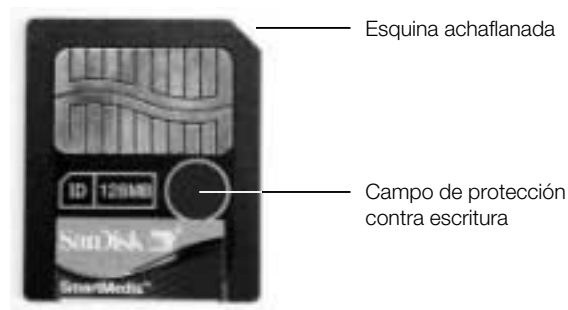
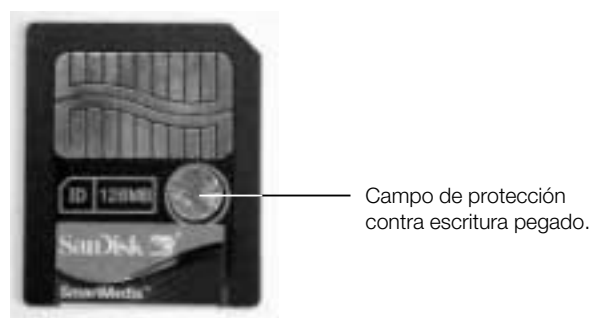

Figura 23: Smart Media Card de +3,3V con 128 MB de capacidad
Figura 24: Smart Media Card de +3,3V con protección contra escritura pegada
La copia de seguridad se efectúa mediante una Smart Media Card, véase la figura 23 y la figura 24. La tarjeta es un soporte de almacenamiento puro y está disponible con una capacidad de hasta 128 MB. Existen dos tipos de tarjetas:
- Tarjetas para una tensión de funcionamiento de +3,3V. Se reconocen por tener la esquina superior derecha achaflanada. Véase la figura 23. Además, este tipo de tarjeta está marcado generalmente con la inscripción ID.
ductora, la Smart Media Card estará protegida contra escritura. Véase la figura 24.